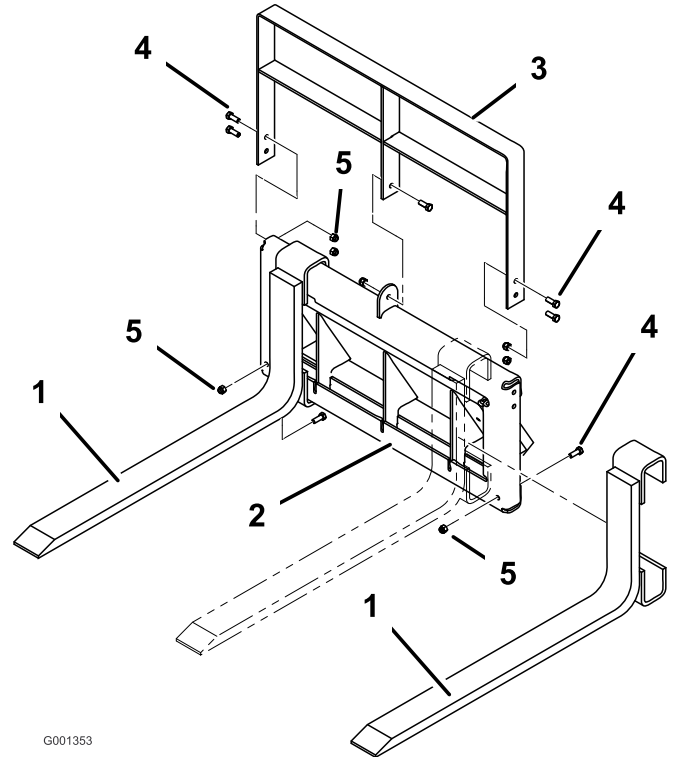

图 3
1. 如图 3 所示将固定叉安装在可调节固定叉框架上并使用螺栓 $\frac{3}{8}$ x 1英寸和锁紧螺母 $\frac{3}{8}$ 英寸固定每个固定叉。
2. 如图 3 所示将上固定叉框架安装在组件上并使用 5 个螺栓 $\frac{3}{8}$ x 1英寸和 5 个锁紧螺母 $\frac{3}{8}$ 英寸固定上框架。